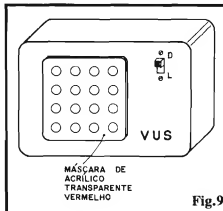
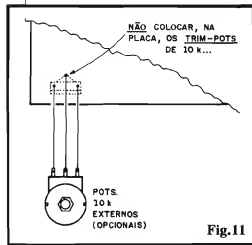

Fig.9
Fig.11
**FIG. 9 - SUGESTÃO PARA O "ENCAIXAMENTO" FINAL...** - Se o Leitor/Hobbysta optar pela construção "independente" do VUS, a solução de **lay out** final proposta pela figura nos parece a mais conveniente, estética e praticamente falando... Uma "janela" deve ser recortada numa das faces do **container**, em formato quadrado, e dimensões compatíveis com o conjunto de LEDs ("tela" do VUS...). Para boa visualização, recomendamos a inserção de uma máscara externa sobre tal "janela", em acrílico transparente vermelho, de modo que seja promovida uma "filtragem" ótica (assim, apenas a "luz" dos LEDs poderá ser realmente vista, embelezando e tornando o **display** mais profissional...). A caixa, no caso, poderá ainda incorporar um interruptor simples (elettricamente intercalado no ramo **positivo** da alimentação de 12 VCC...) através do qual o VUSCÓPIO possa ser confortavelmente ligado/desligado...
- FIG. 11 - ANEXAÇÃO (OPCIONAL) DE POTENCIÔMETROS DE CONTROLE DE NÍVEL AO VUS...
- Para tornar mais confortáveis os eventuais ajustes "finos" ou momentâneos de nível (sensibilidade de Entrada) para o VUS, o Hobbysta poderá optar pela substituição dos originais **trim-pots** de 10K por potenciômetro (de idêntico valor), ligados aos convenientes pontos da placa "A" via pedaços de fio flexível isolado (cabine de ligação...), conforme ilustra a figura... Nesse caso, certamente, os referidos **trim-pots** devem ser "desprezados" (não precisarão ser adquiridos, nem - obviamente - soldados à placa...). Os dois potenciômetros poderão ter seus eixos/**knobs** presentes no painel frontal final do VUS (rever fig. 9), sob o **display** ou ao lado deste... Com tal disposição, mesmo que o volume final do equipamento de áudio seja sensivelmente modificado, sempre haverá uma possibilidade de re-ajuste fácil na sensibilidade do VUS, capaz de gerar imagens interessantes na sua "tela"... Quanto aos **trim-pots** de pré-ajuste (4K7), como se tratam de configuradores de equilíbrio interno do circuito, na prática não existe a conveniência de substituí-los por potenciômetros de acionamento externo... No entanto, se o Leitor/Hobbysta for do tipo que adora fazer constantes "ajustes finos" no desempenho dos circuitos, nada impede que estes também sejam "trocados" por potenciômetros, ligados à placa nos mesmos moldes indicados na fig. 11...